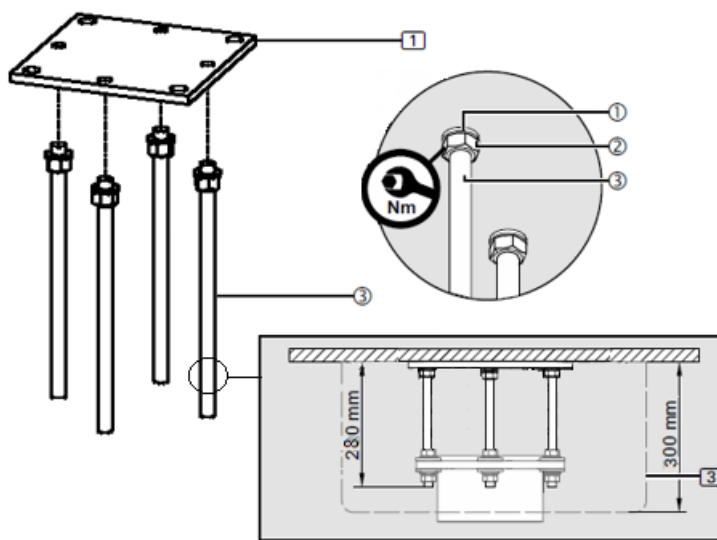

Fig. 16 Installation de la plaque d'interface sans faux plafond pour les ARBRES FIXES AU PLAFOND
- La garniture de plafond (3) est ensuite montée à fleur de plafond et recouvre la contre-plaque (4).
- Pour la garniture de plafond (3), qui a une hauteur de 300 mm, les 6/12 boulons filetés M16 x 350 mm (3) doivent être coupés à 280 mm. Voir Fig. 16.
- Ébavurez légèrement les boulons filetés M16 x 350 mm (3) pour assurer un engagement maximal du filetage dans la plaque d'interface (1).
- Visser 1 écrou hexagonal M16 (2) chacun sur les boulons filetés M16 (3), puis monter 1 rondelle élastique (1) chacun.